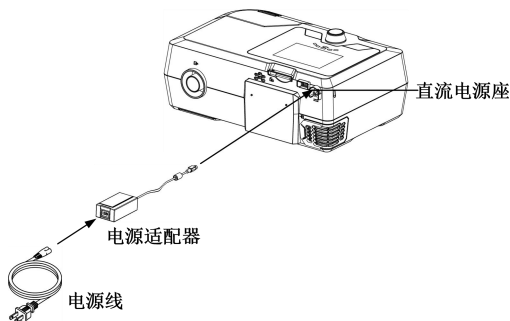

图 3-4
(1) 将管路的一端连接到呼吸机的出气口上，具体步骤如图 3-4 所示。